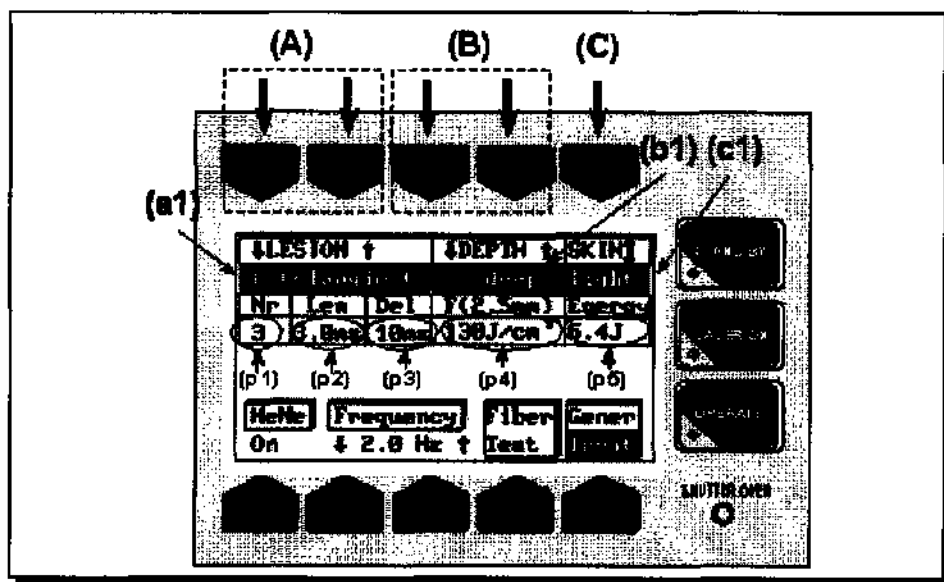

Рис. 7-7. Режим предустановленных параметров
- Типа патологии. Выбор осуществляется клавишами (А) на Рис. 7-7. Дополнительно см. Таблица 7-3;
- Глубины расположения патологии. Выбор осуществляется клавишами (В) на Рис. 7-7. Дополнительно см. Таблица 7-3;
- Типа кожи. Выбор осуществляется нажатием клавиши (С) на Рис. 7-7. Дополнительно см. Таблица 7-3.
- Количество подимпульсов в серии — поле «Nr» ((p1) на Рис. 7-7);
- Длина каждого подимпульса — поле «Len» ((p2) на Рис. 7-7);
- Пауза между подимпульсами — поле «Del» ((p3) на Рис. 7-7);
- Плотность энергии за серию подимпульсов — поле «F(2.5 мм)» ((p4) на Рис. 7-7);
- Энергия за серию подимпульсов — поле «Energy» ((p5) на Рис. 7-7);